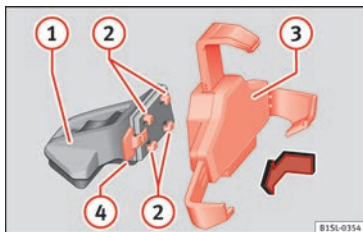

Fig. 134 Assembler le support universel et le bras de fixation.
- Maintenez le support universel » fig. 134 3 et appuyez sur la touche de déverrouillage » fig. 134 4.
- Introduisez le support universel » fig. 134 3 dans les encastresments 2 du bras de support 1.